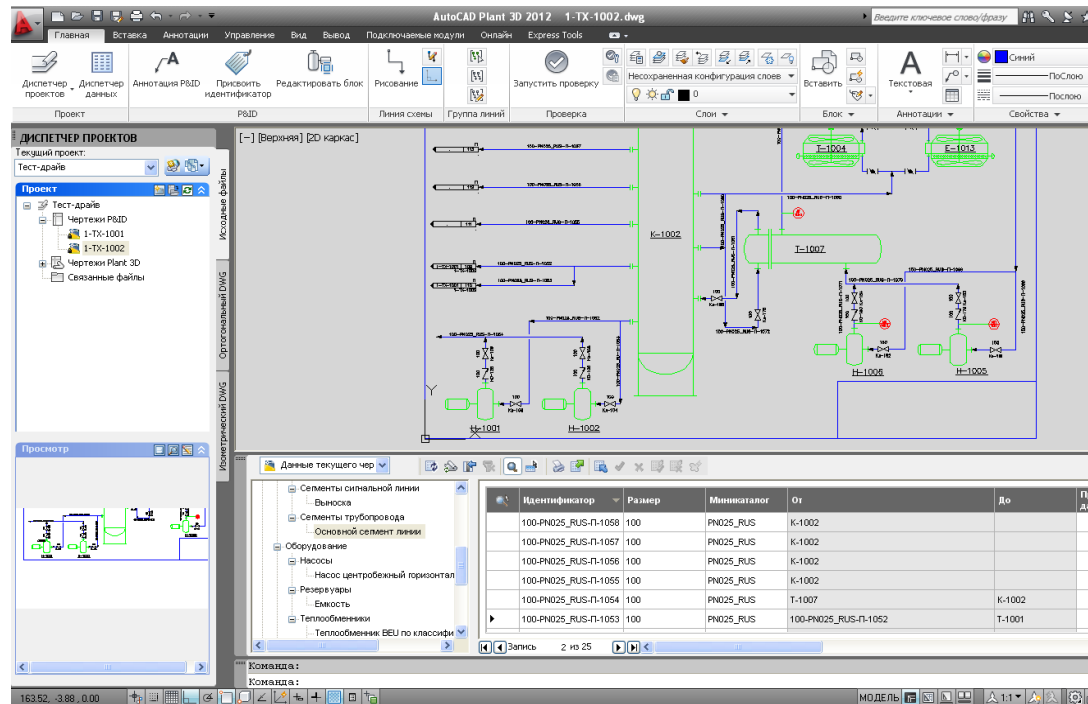

Рис. 30
- Расположите **Диспетчер данных** под графической областью, как показано на Рис. 30.